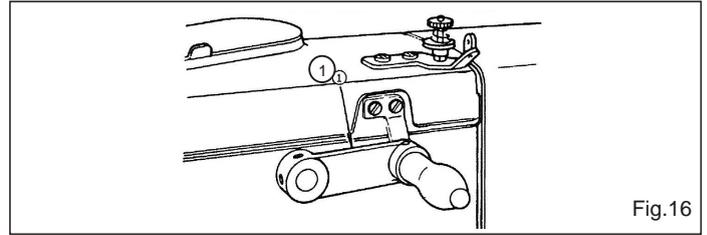

Fig.16
14. COMO EVITAR A DESCIDA DA FACA (Fig. 16)